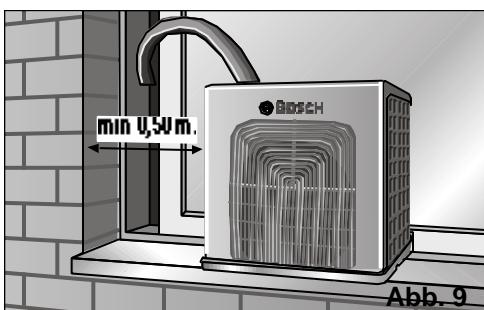

Abb. 9
- Das Außengerät darf nicht höher aufgehängt werden als erlaubt (siehe Abbildung) und es darf nicht tiefer aufgestellt werden als das Innengerät. Außerdem müssen bei der Aufstellung bzw. Aufhängung die angegebenen Mindestabstände eingehalten werden. Siehe Abb. 9, 11 und 12.